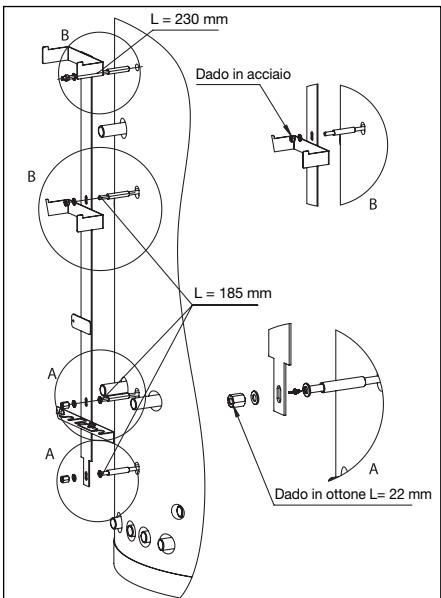

Fig. 8 Montaggio supporto gruppo
- Montare il gruppo supporto (fig.8)
- Avvitare le aste filettate nei dadi saldati sul serbatoio (Attenzione: nel dado superiore si deve avvitare l'asta con lunghezza L = 230 mm! Avvitare le tre aste filettate L = 185 mm nei tre dadi inferiori! (Fig. 8)